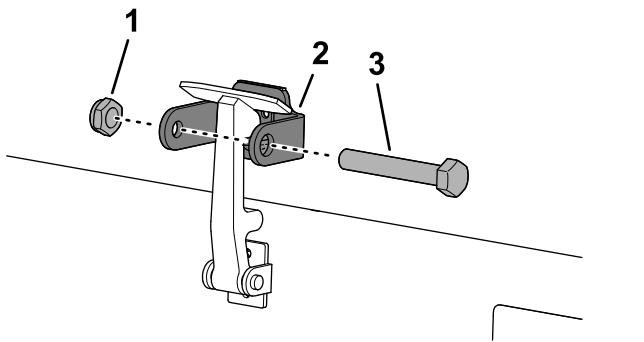

Figura 35
7. Enrosque el perno en el otro brazo del cierre de seguridad del capó para bloquear la posición del cierre (Figura 35).